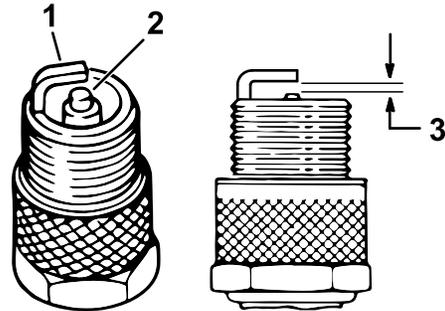

図 40
4. 電極 (側面と中央) と碍子の状態を点検する(図 40)。
5. 中央とサイドの電極間のすきまを **EFI 車両では 1 mm、キャブレター車両では 0.76 mm** に、図 40 のように設定する。